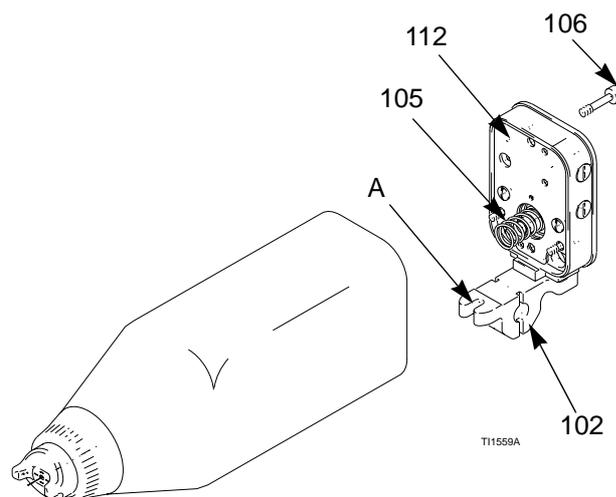

Fig. 20. Desmontaje de la pistola del colector
1. Afloje el tornillo inferior de la pistola (31) hasta que ésta se asiente suavemente en la ranura del soporte de montaje (A). Vea Fig. 20.
1. Compruebe que la empaquetadura (112) y el muelle (105) están debidamente colocados en el colector. Vea Fig. 20. Inspeccione las piezas por si están dañada y cambie las que sea necesario.
2. Fije la pistola al colector apretando los tres tornillos (106).
3. Fije la pistola al soporte de montaje (102) apretando el tornillo inferior (31).